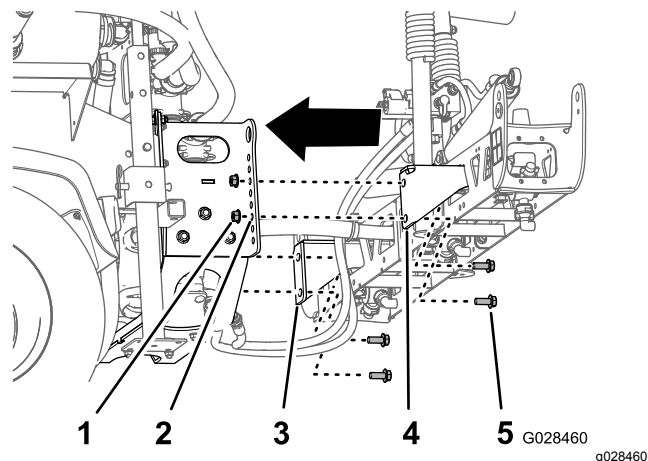

Figura 29
2. Alinee el orificio inferior de los soportes de montaje de la sección de brazo central con el tercer orificio contando desde abajo de los soportes del brazo del bastidor del patín del fumigador, como se muestra en Figura 29.